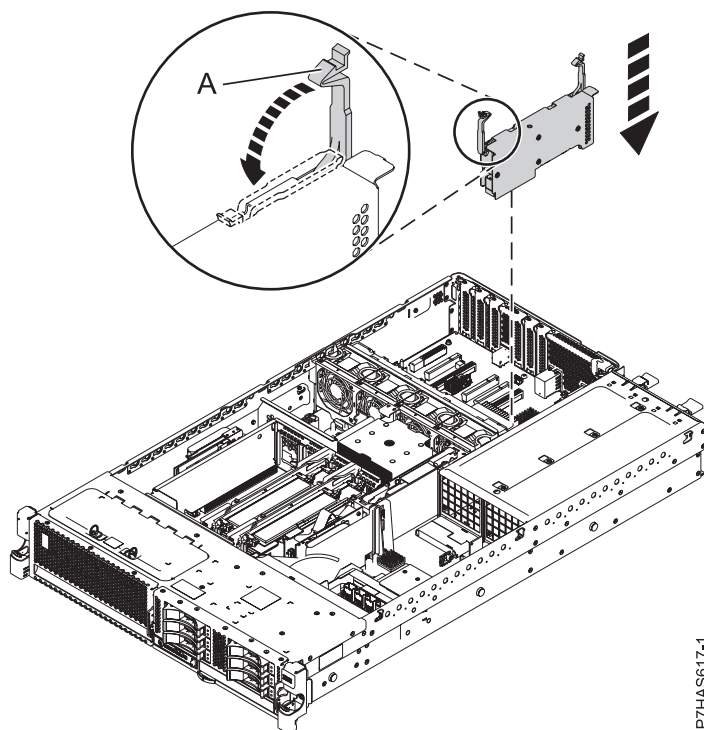

Figure 6. Installation de l'adaptateur GX FC EJ0H dans un système monté en armoire
1. Préparez l'installation du nouvel adaptateur en tirant sur les taquets de l'adaptateur (A) afin de les mettre en position ouverte (voir la figure 6).
2. Saisissez avec précaution le nouveau bloc adaptateur GX (code dispositif EJ0H, GX++ LP 1 port PCIe2 x8) par ses taquets en plastique (A), et alignez-le avec l'emplacement 2 et son connecteur sur le fond de panier système et alignez-le avec l'emplacement et son connecteur sur le fond de panier système.